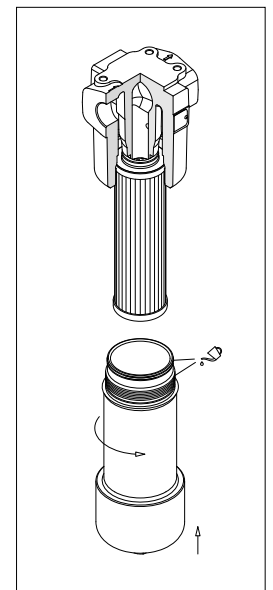

fig. 8
- (Fig.8) Lubrificare il filetto e l'O-ring del contenitore, quindi avvitare il contenitore facendo riferimento alla tabella delle coppie di serraggio al paragrafo 3